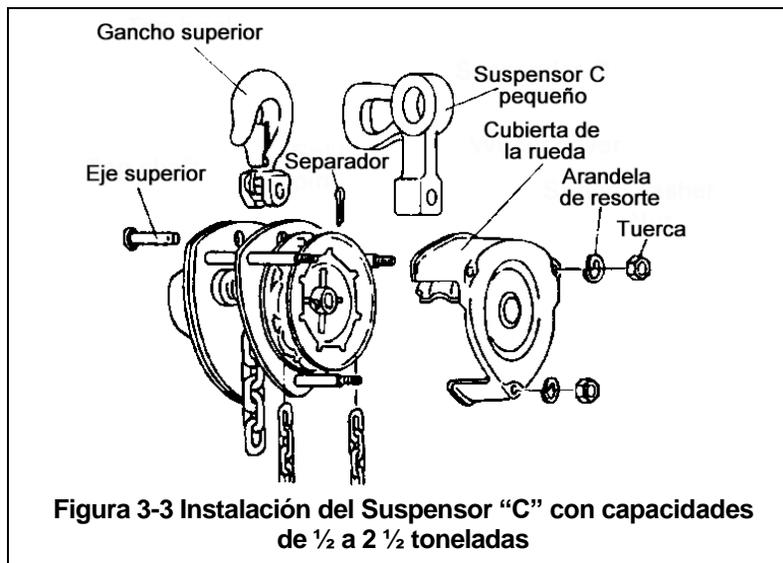

Figura 3-3 Instalación del Suspensor "C" con capacidades de ½ a 2 ½ toneladas
- 1) Para capacidades de ½ a 2 ½ toneladas consulte **Figura 3-3**.